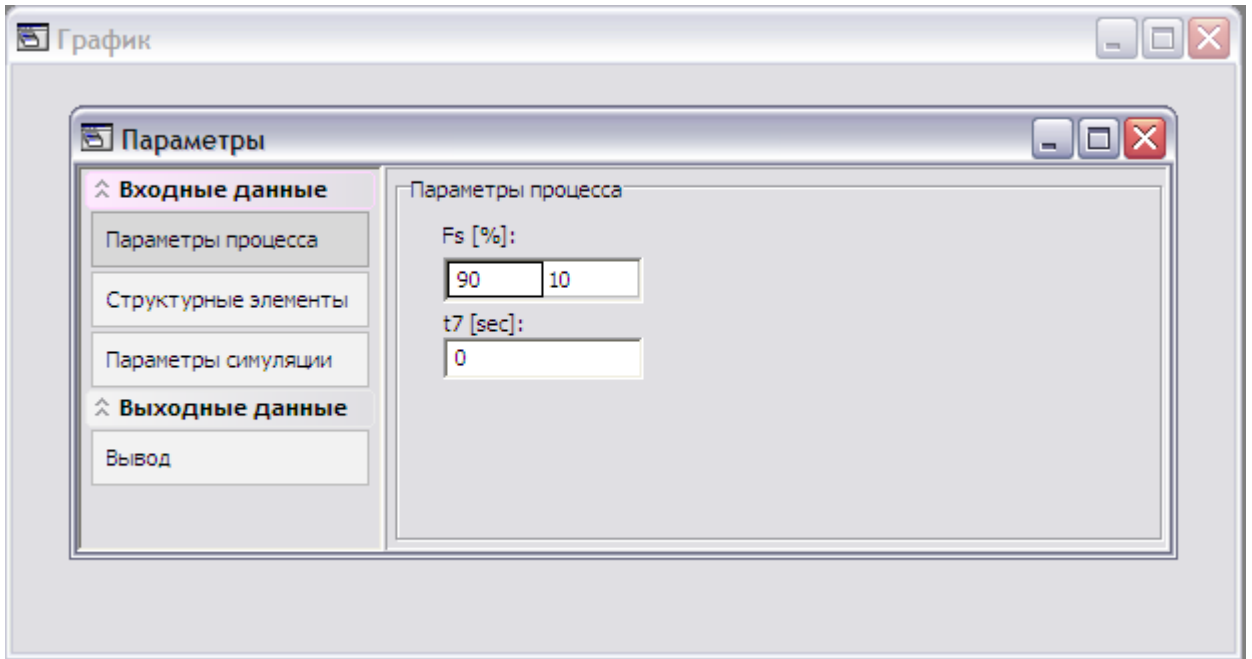

Рис. 7.6. Общие параметры узла
1) Общие параметры узлов (рис. 7.6):